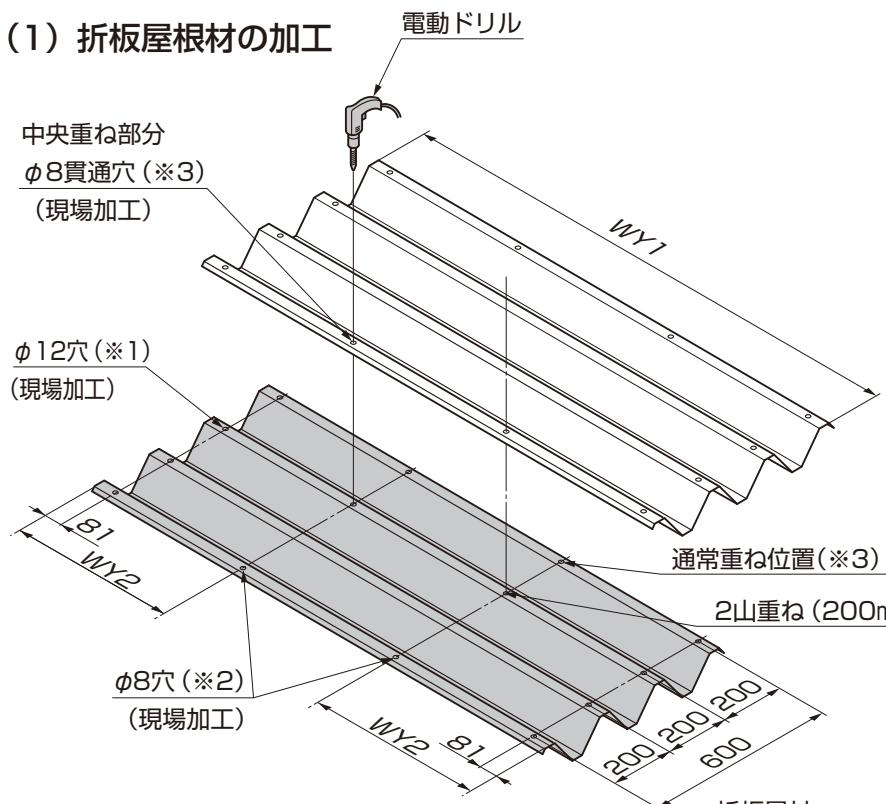

図16-5 折板幅と
- ①折板屋根材の両端部に片側4ヶ所ずつ、合計8ヶ所φ12の穴(※1)をあけてください(図16-5参照)
- ②折板屋根材と折板屋根材を重ね合わせて、折板屋根材の中央部(※2)(※3)に等間隔で2カ所、φ8の下穴をあけてください。(図16-5参照)